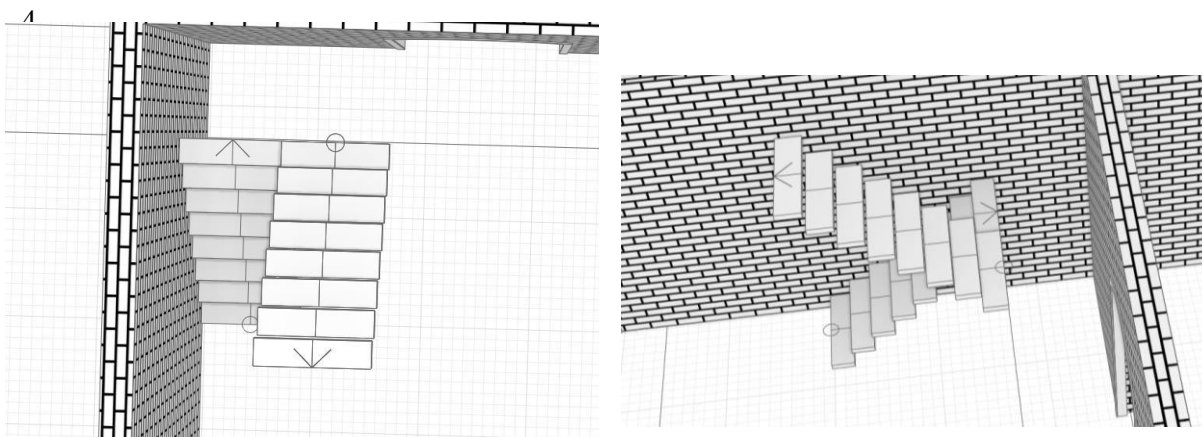

Рис. 2 Построение второго лестничного марша
3. Построим второй лестничный марш, как показано на рисунке ниже, задав смещение от уровня в **1500 мм.** (рис. 2)